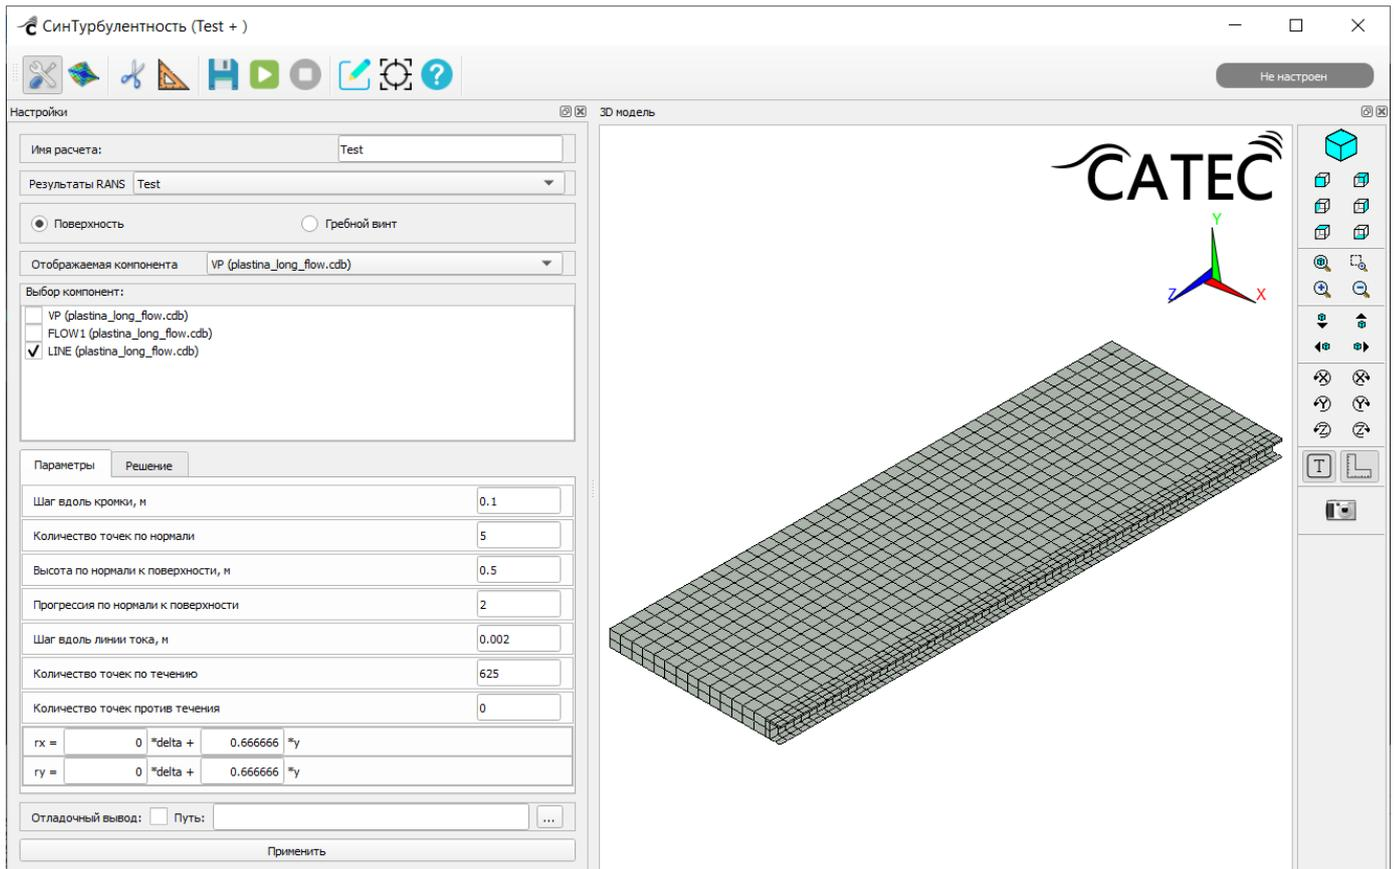

Рисунок 246 – Вкладка «Параметры»
- вкладка «Параметры» (Рисунок 246):